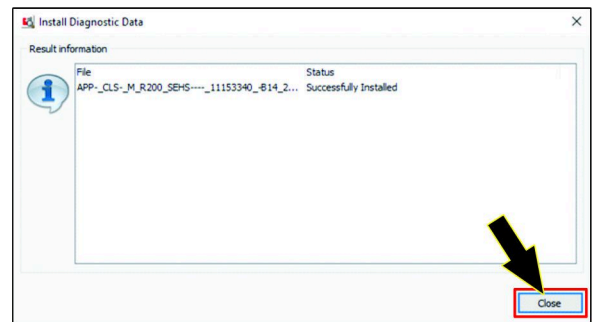

図 46
6. 結果情報ダイアログ ボックスで、閉じるアイコン (図 46) をクリックする。